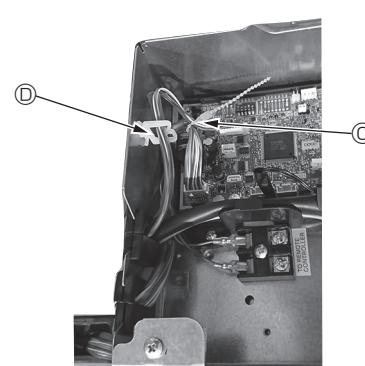

Fig. 10-14
- Τοποθετήστε τα προεξέχοντα τμήματα των συρμάτων διακλάδωσης του Αισθητήρα i-see και του δέκτη σήματος στο κιβώτιο ηλεκτρικών εξαρτημάτων μέσα στο κλιπ συρμάτων, όπως φαίνεται στο διάγραμμα, και στερεώστε τα σύρματα μεταξύ τους με το σφιγκτήρα. (Fig. 10-14)